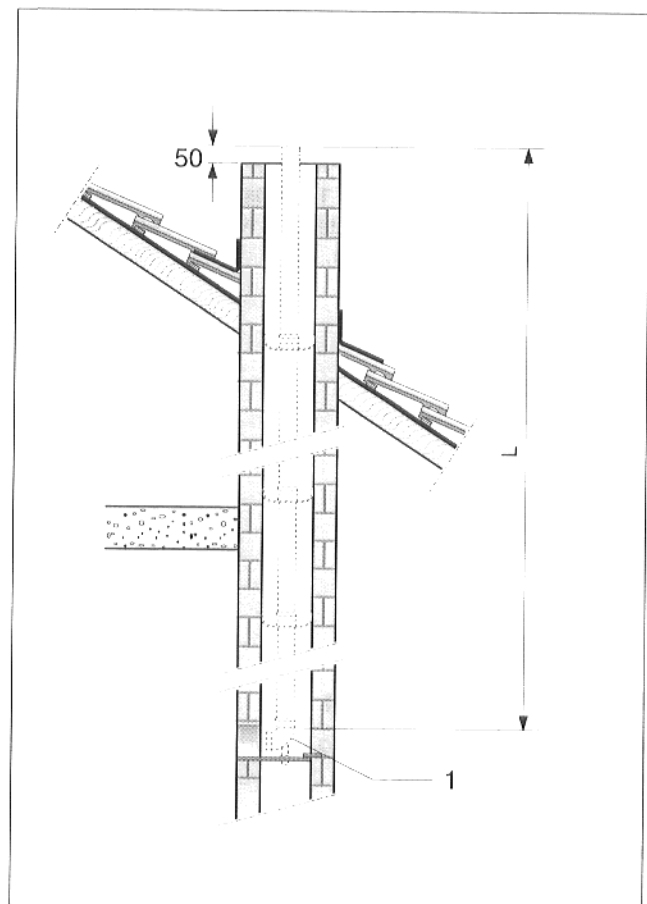

Abb. 17 Rohrlänge
- Erforderliche Rohrlänge L (Abb. 17) zwischen Muffengrund des Stützbogens (Abb. 17, Pos. 1) und Schornsteinkopf einschließlich eines Überstandes von 50 mm ermitteln.